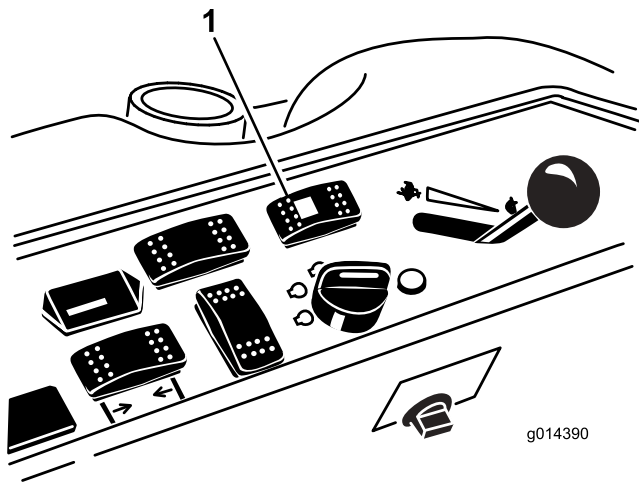

Bild 43
1. Drücken Sie den Lenkauswahlschalter nach hinten in die Vierradlenkung-Stellung (Bild 43).